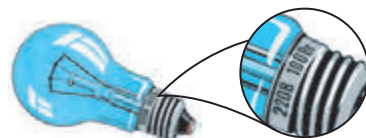

Fig. 2
- (2 baluri) Care este intensitatea curentului în filamentul becului electric (fig. 2) la tensiune nominală?